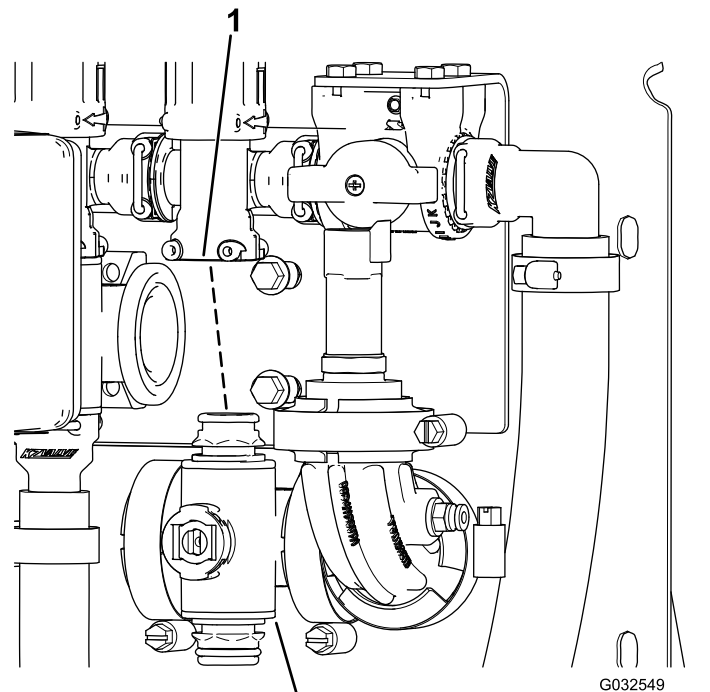

Bild 104
3. Nehmen Sie den Abschnittventilverteiler von der Maschine ab (Bild 104).